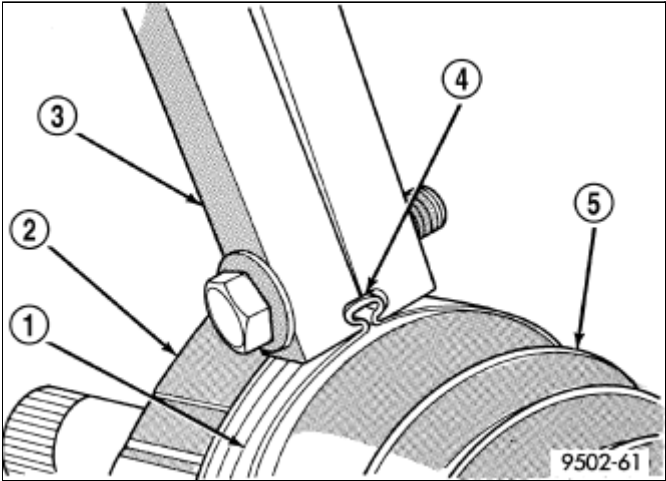

图 9 安装好的密封防尘罩固定卡箍
2. 拧紧卷边工具C-4975-A（3）\(图 9\)上的螺母，直到工具上的夹爪面对面地完全闭合。